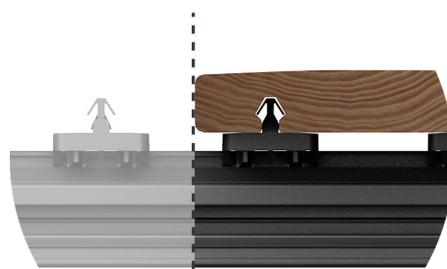
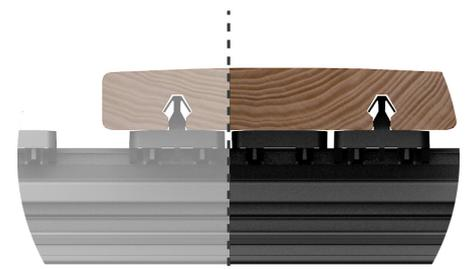

Abb. 1
Abb. 2
-  Für einen optimalen Zuschnitt der Schiene können Sie sie so anpassen, dass die Schiene nicht über eine ganze Diele hinausragt (Abb. 1). Wenn Sie die Schiene nicht auf die zuvor beschriebene Weise zuschneiden können, sollen Sie zuerst die Schiene zuschneiden, dann die Diele besäumen und einen Keil-Clip verwenden (Abb. 2).